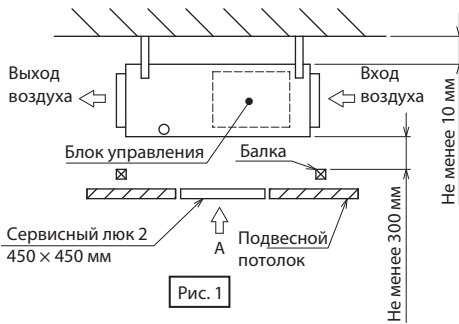

Рис. 1
- 1) Доступно 300 мм и более пространства между блоком и подвесным потолком (рис. 1).